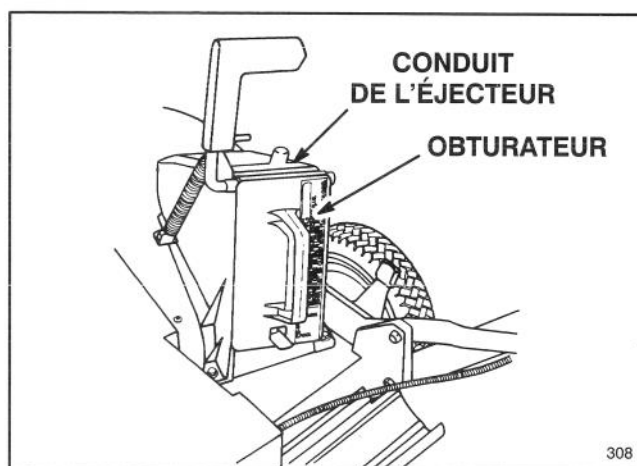

Figure 35
2. Kit d'ensacheur arrière, modèle 59179 – Installez le canal d'éjection et le sac à herbe à montage arrière pour convertir la tondeuse Recycler® II Super Pro® en tondeuse à ensachage arrière (Fig. 35). Inclut l'obturateur du canal d'éjection.